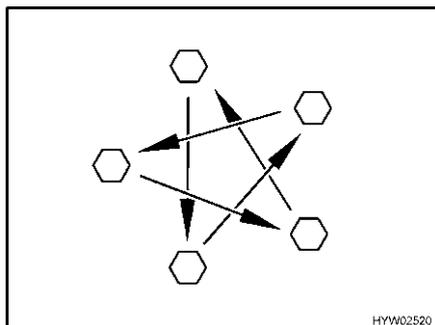

Fig. 251 Apertar as porcas e os parafusos das rodas em cruz
- Controle regularmente se as porcas e os parafusos das rodas estão bem apertados. Reaperte em cruz as porcas ou os parafusos de uma roda mudada após 50 km (Fig. 251). Binário, ver ponto 13.5.2.
- ▷ Aperte as porcas e os parafusos das rodas em cruz (Fig. 251).